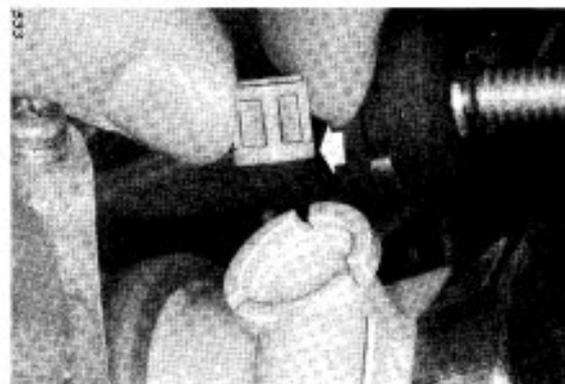

Bild 18
- Filter entnehmen und neues, mit der breiten Seite (Pfeil, Bild 18) voran, einsetzen. Dabei auf Sauberkeit achten.